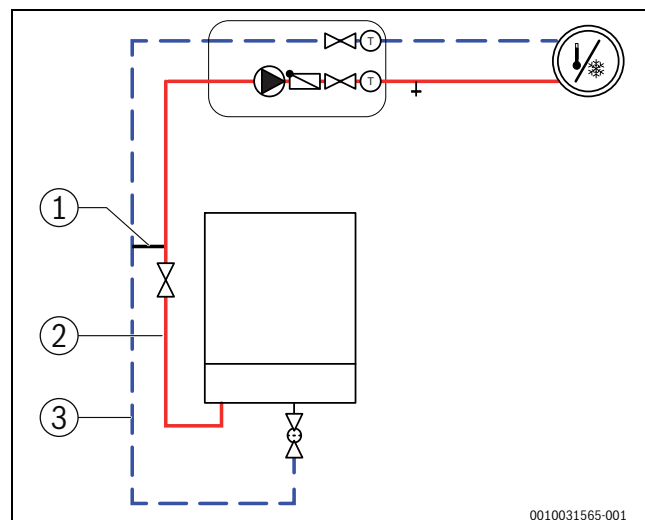

Fig. 9 Unità interna con circuito di riscaldamento e bypass
- Installare il bypass [1] tra la mandata [2] e il ritorno [3] (→ fig. 9), per disaccoppiare idraulicamente il circolatore riscaldamento dal circuito di riscaldamento. In sede di installazione rispettare le dimensioni e le distanze prescritte (→ tab. 8).